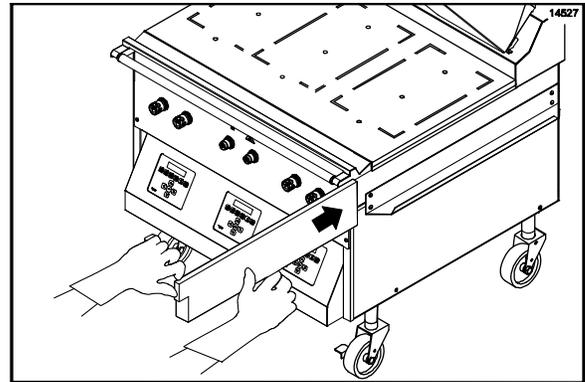

Figura 114
47. Vuelva a instalar las bandejas para grasa. (Vea la figura 114.)